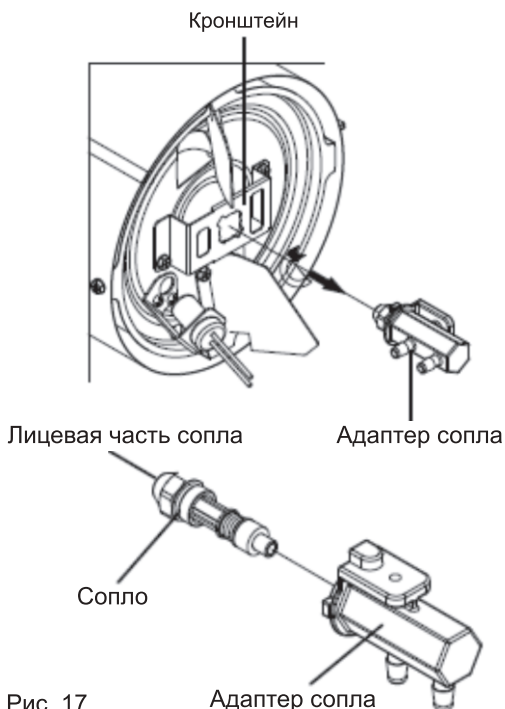

Рис. 17
6. Выкрутите из адаптера сопло гаечным ключом 5/8" (рис. 17);